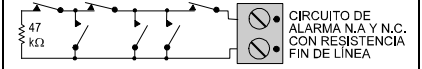

Figura 6. Ejemplo de cableado con resistencia fin de línea
- C. Si la entrada auxiliar se define con resistencia E.O.L. (microinterruptor 2 en ON), podrá usar contactos normalmente abiertos (N.A.) y normalmente cerrados (N.C.) Para ello, conecte una resistencia fin de línea de 47 kΩ al final del bucle (Figura 6).